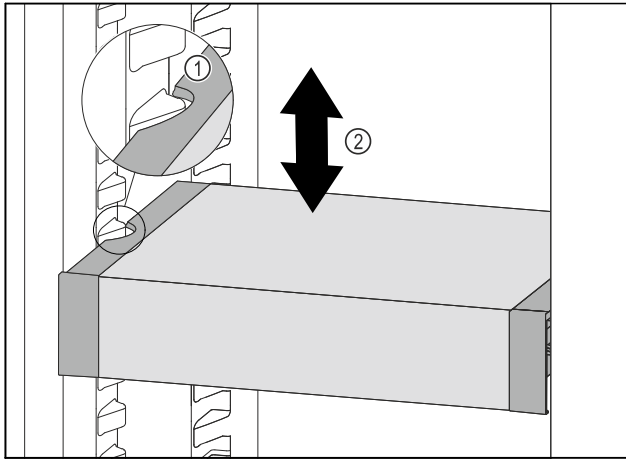

Fig. 63
- ▶ VarioSafe naar voren trekken tot de uitsparingen aan de zijkant van de VarioSafe zich ter hoogte van de rib in het koelgedeelte bevinden. Fig. 63 (1)
- ▶ VarioSafe in het koelgedeelte omhoog of omlaag bewegen tot de gewenste hoogte is bereikt. Fig. 63 (2)